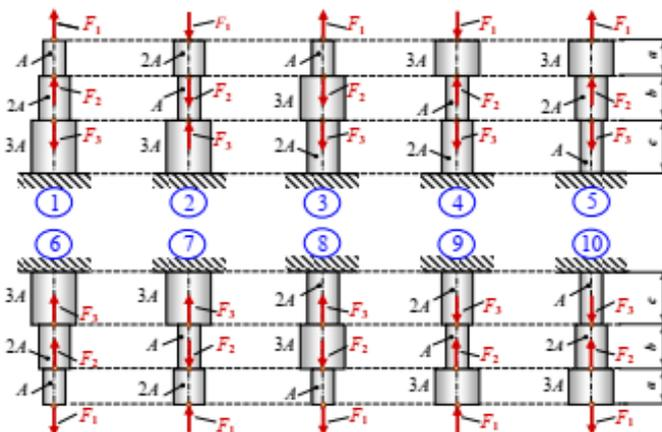

Рисунок 1-Варианты заданий к задаче №1
**Задачи 1 и 2.** Для заданных расчетных схем (рис. 1 и 2), выбранных в соответствии с вариантом, выполнить расчеты на прочность и жесткость: определить внутренние силовые факторы по участкам и построить эпюры, определить положение опасного сечения, из условия прочности подобрать размеры поперечных сечений, определить